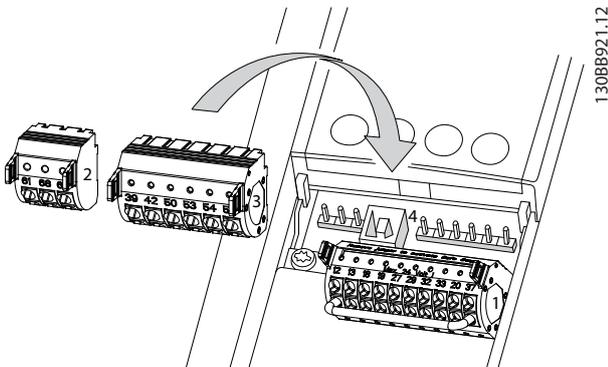
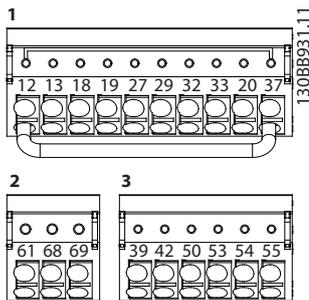

Ilustración 4.8 Ubicación de los terminales de control
Ilustración 4.9 Números de los terminales
- Cuando el convertidor de frecuencia esté conectado a un termistor, asegúrese de que el cableado de control del termistor está apantallado y reforzado o doblemente aislado. Se recomienda un suministro externo de 24 V CC. Consulte la *Ilustración 4.8*.
Ilustración 4.8 y *Ilustración 4.9* muestran los conectores extraíbles del convertidor de frecuencia. Las funciones de los terminales y los ajustes predeterminados están resumidos en la *Tabla 4.2*.